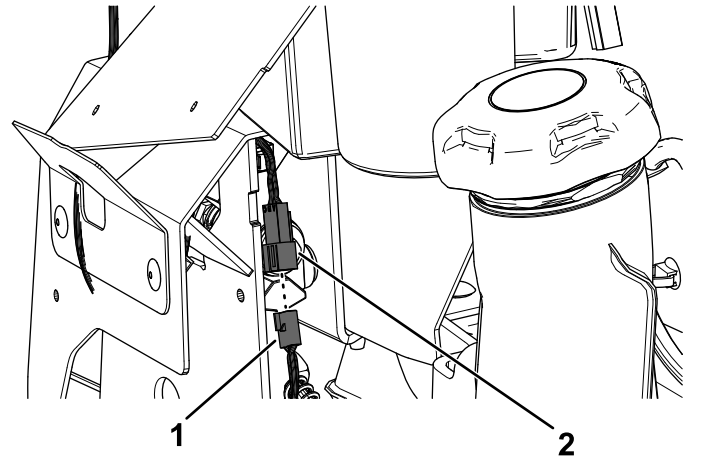

Figura 17
2. Ligue o conector da cablagem do kit ao conector da nova alavanca esquerda de controlo de movimento (Figura 17).